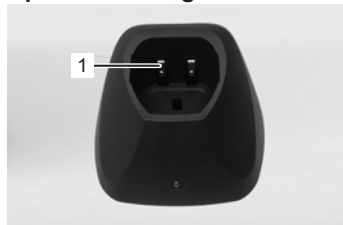

Fig. 22
Para obter bons resultados de tosquia e para aumentar a longevidade da máquina e das cabeças de tosquia, é necessário a aplicação regular de uma fina camada de lubrificante entre a lâmina superior e inferior (Fig. 22).
- ▶ Lubrifique suficientemente (e não em demasia) as lâminas de corte durante a tosquia (pelo menos em intervalos de 15 minutos), para que elas não fiquem secas (Fig. 22).
As lâminas devem ser lubrificadas antes, durante e depois de cada utilização. Quando as lâminas deixam tiras ou estão a funcionar com velocidade reduzida, isto é um sinal de que necessitam de ser lubrificadas. Coloque algumas gotas de lubrificante adiante e lateralmente às lâminas (ver setas na Fig. 22). Limpe o lubrificante em excesso com um pano suave e seco. Os sprays de lubrificação não contém óleo suficiente para uma boa lubrificação, mas servem como forma de arrefecimento das lâminas. Na eventualidade de lâminas danificadas, substitua-as de imediato para evitar o risco de lesões.